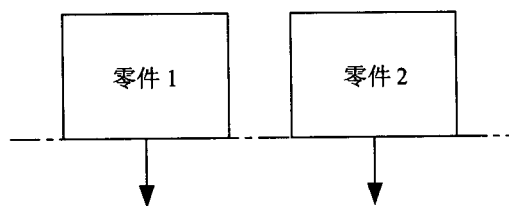
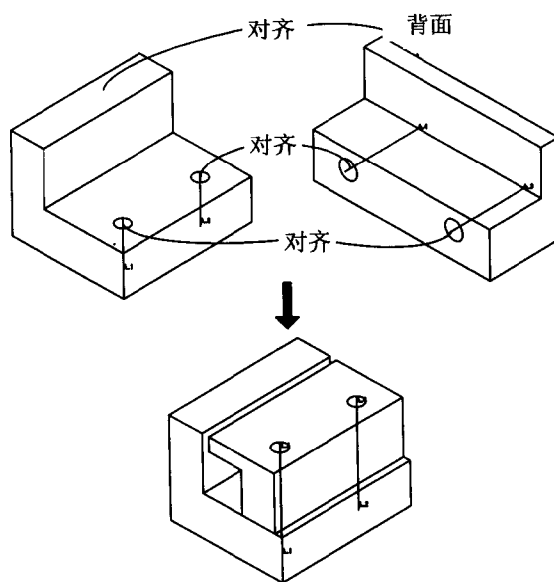

图 1.12
图 1.13
- (3) **Align:** 两平面互相对齐或使两圆弧或圆之中心线成一直线。当两平面互相对齐时，两平面为同向(亦即两平面之垂直方向为相向)，如图 1.12 及图 1.13 所示。